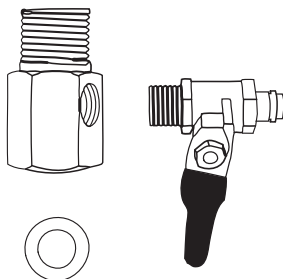

Рис. 6
2.1. Соберите узел подачи воды путем соединения шарового клапана с тройником, как показано на **рис. 6**. Используя ленту ФУМ, вверните кран подачи воды в тройник. Будьте предельно осторожны при подсоединении крана — чрезмерное усилие повредит его резьбу.